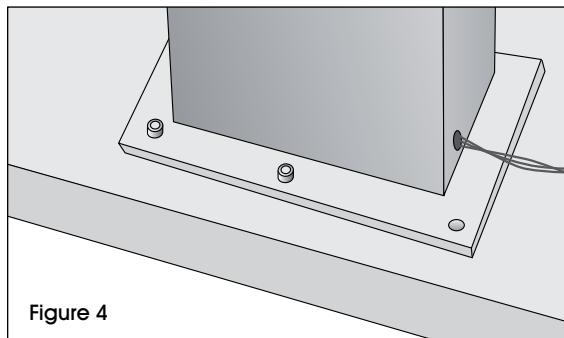

Figure 4
- Alignez les cinq boulons sur les douilles filetées et serrez complètement. Ensuite, le chariot doit être monté sur la tour. (Voir Figure 4)